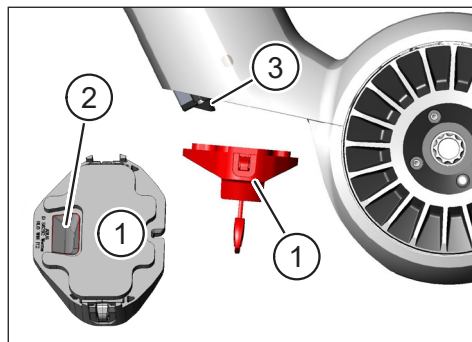

Fig. 16: Orienter le verrou de la batterie
- Orientez le verrou de la batterie (pos. dans Fig. 16) de manière à ce que l'évidement prévu (pos. 2 dans Fig. 16) s'aligne avec le creux de préhension (pos. 3 dans Fig. 16) sur la batterie.